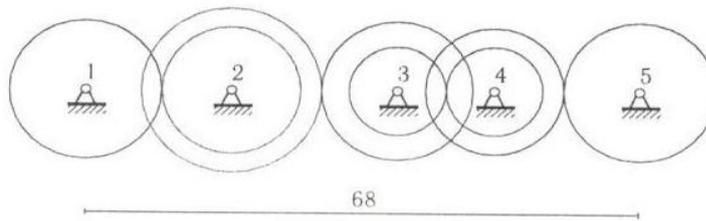

Рис. 7
**Задача 7.** Оси колес фрикционной передачи расположены на одной прямой (рис. 7). Даны радиусы колес  $r_2 = 10 \text{ см}$ ,  $R_2 = 13 \text{ см}$ ,  $r_3 = 7 \text{ см}$ ,  $R_3 = 11 \text{ см}$ ,  $r_4 = 7 \text{ см}$ ,  $R_4 = 10 \text{ см}$ , расстояние между крайними осями  $68 \text{ см}$  и угловые скорости  $\omega_1 = 33 \text{ с}^{-1}$ ,  $\omega_5 = 91 \text{ с}^{-1}$ . Найти радиусы колес 1 и 5.